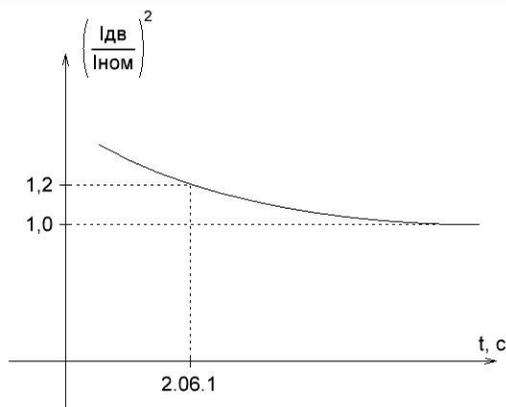

Рисунок 20 – Статическая характеристика интегрально-токовой тепловой защиты
2.02.0 – напряжение смещения $U_{см}$ начального участка вольт-герцовой характеристики (Рисунок 20), предназначенное для ИР-компенсации в нижней части диапазона регулирования частоты вращения. Величину $U_{см}$ следует увеличивать в том случае, если в нижней части диапазона регулирования частоты вращения следует поддерживать высокий электромагнитный момент электродвигателя. Чрезмерное
2.06.1 – устанавливает длительность протекания фазного тока статора с заданной перегрузкой, которую иллюстрирует Рисунок 20.